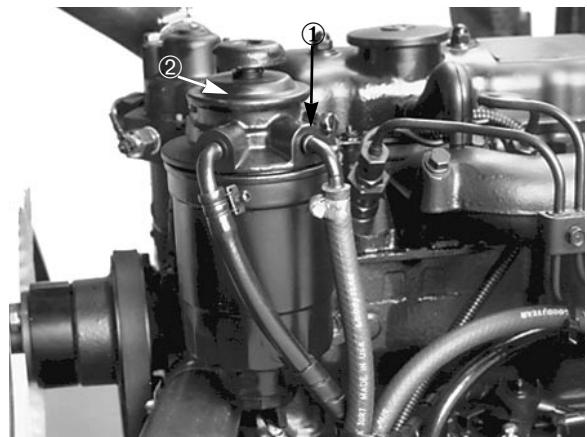

Bild 12
2. Den Kraftstofffilterentlüftungsstöpsel um eine volle Umdrehung lockern (Bild 12). Den Pumpebel (Bild 12) solange pumpen, bis ein gleichmäßiger Strom von Kraftstoff aus dem Loch im Stöpsel strömt. Wenn der Kraftstoff nicht mehr schäumt, den Stöpsel bei einem Abwärtsgang des Pumpstößels festziehen. Verschütteten Kraftstoff aufwischen.